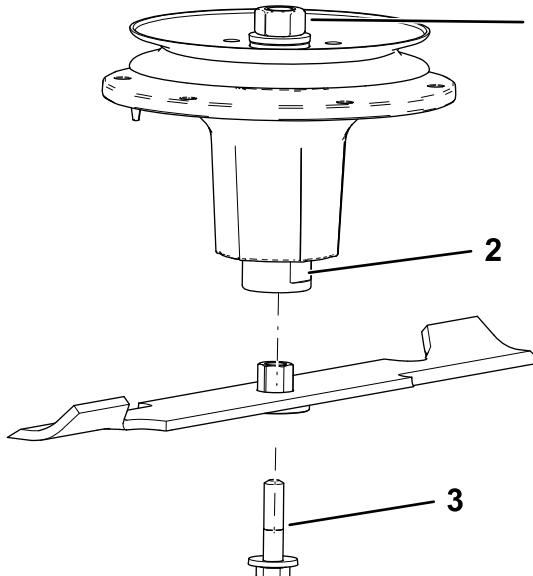

Figure 113
2. Installez l'ensemble douille et lame sur l'axe de pivot (Figure 113).